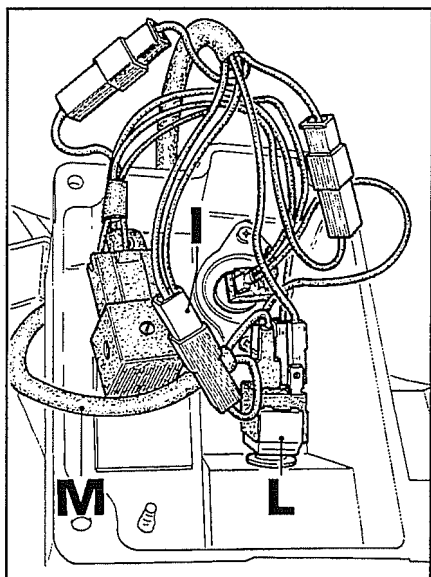

Fig. 38
5. Ligar a cablagem **M** fig.38. Para fazer esta operação é necessário desligar o cabo duplo castanho com pintas pretas **I** do interruptor de comando subida/descida **L**, e depois ligar os dois cabos da referida cablagem com um cabo ao interruptor **L** e o outro cabo ao cabo duplo **I**.